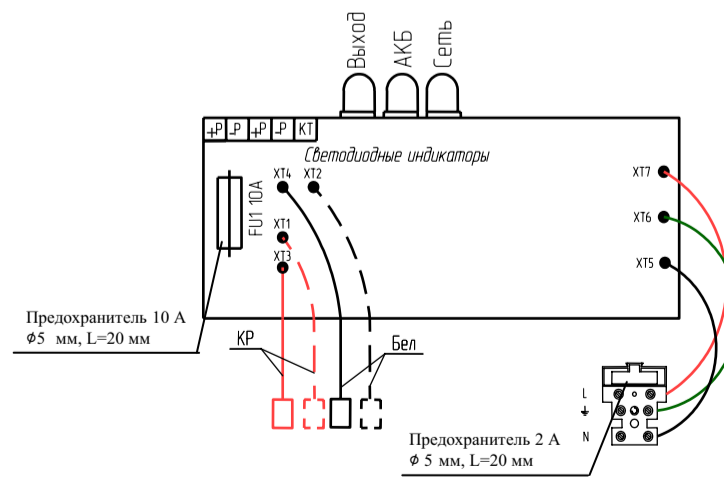

Рисунок 2 – Плата бокса
6.4 Подключение соединений производить в следующей последовательности (см. рисунок 2):
в) подать на бокс сетевое напряжение 230 В 50 Гц, при этом должен засветиться зеленым цветом индикатор **СЕТЬ**. Если индикатор **СЕТЬ** не засветился, проверить наличие сетевого напряжения на клеммах L и N сетевой колодки и исправность предохранителя 2А (см. рисунок 2), и при необходимости, заменить его;
Если индикатор «**ВЫХОД**» погас, то необходимо заменить предохранитель 10 А (см. рисунок 2).
- в) отсоединить провода от всех клемм «+Р». Индикаторы **АКБ** и **ВЫХОД** должны светиться. Если индикатор **ВЫХОД** погас, необходимо заменить предохранитель FU1 10 А (см. рисунок 2);